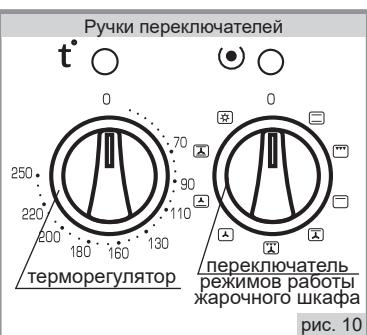

рис. 10
■ Установка рабочей температуры в жарочном шкафу обеспечивается терморегулятором, который задает необходимую температуру (рис.10). Значения температур указаны на панели управления и являются ориентировочными, могут колебаться в пределах  $\pm 15^{\circ}\text{C}$ .